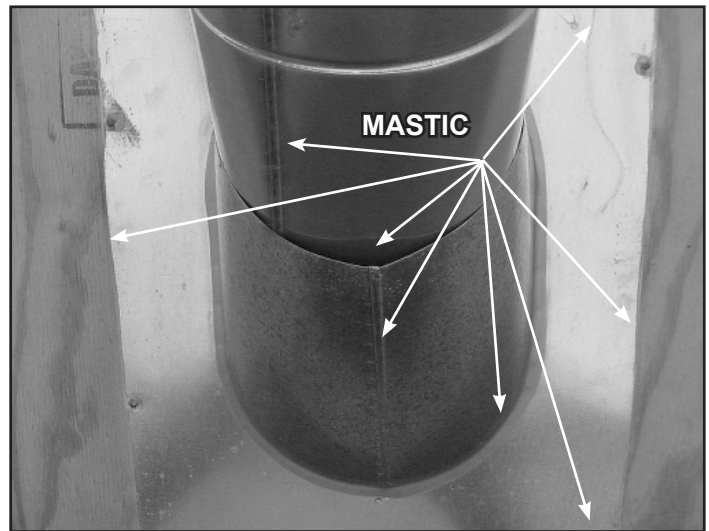

Figure 7.12
- Glissez le solin sur le conduit sortant du toit, comme montré à la figure 7.12.
- Appliquez du mastic au contour du solin là où il entre en contact avec la surface du toit. Voir la Figure 7.12.